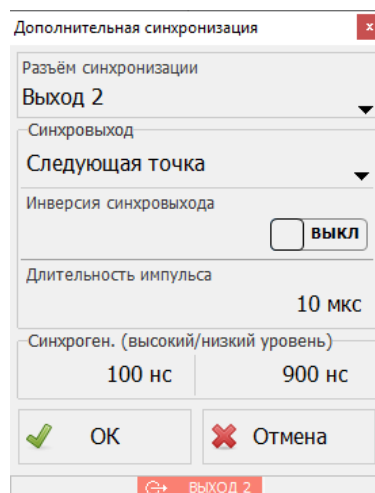

Рисунок 4.18 – Окно «Дополнительная синхронизация»
- «Дополнительно...» – кнопка открытия окна (рисунок 4.18) с настройками основного («Выход 1») и дополнительных выходов синхронизации 2 и 3. Выходы с включённой синхронизацией подсвечиваются в статусной строке окна.